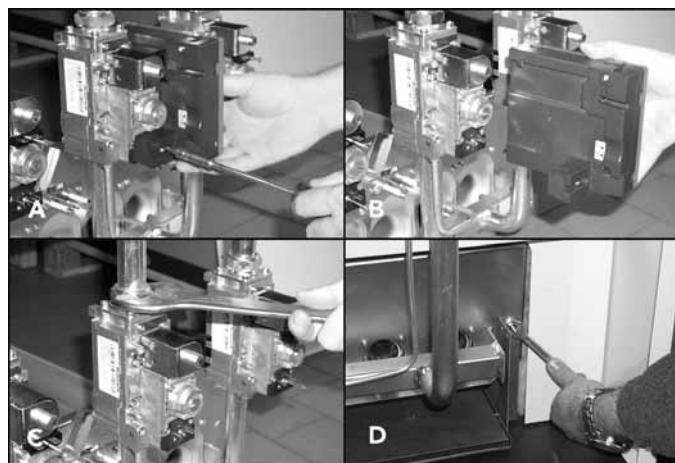

рис. 7 - Демонтаж и очистка горелок
- Если горелки на зажгутся и после электронного блока контроля пламени к газовому клапану (поз. А - рис. 7) и демонтируйте его с клапана (поз. В - рис. 7). Открутите винты крепления разъемов к газовым клапанам и отсоедините последние от клапанов.
- Отвинтите гайки крепления трубы подачи газа, расположенной перед газовыми клапанами (поз. С - рис. 7).
- Отвинтите две гайки крепления дверцы камеры сгорания к чугунным элементам корпуса котла (поз. D - Орис. 7).